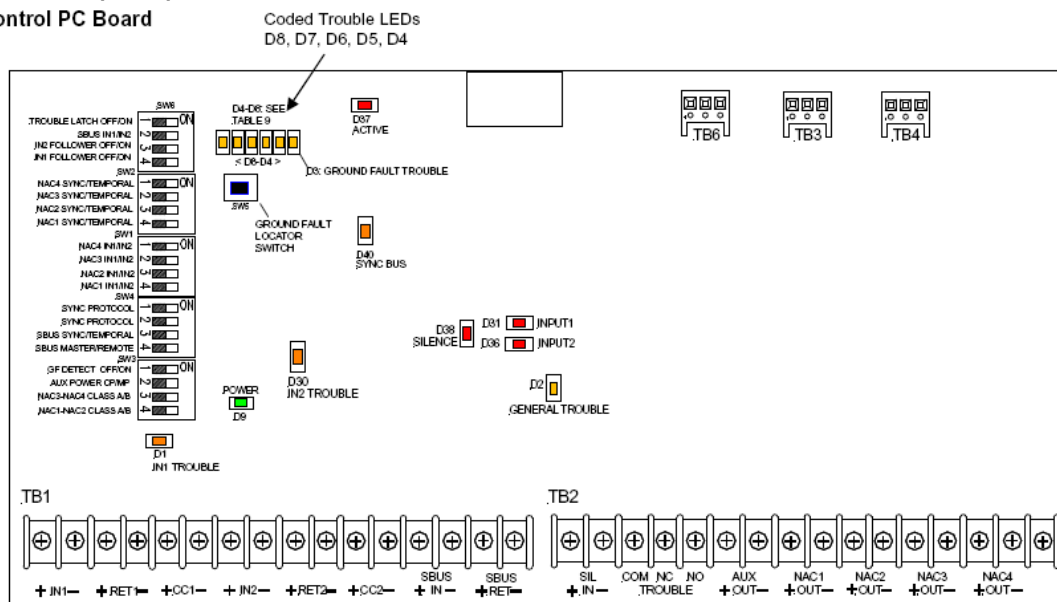
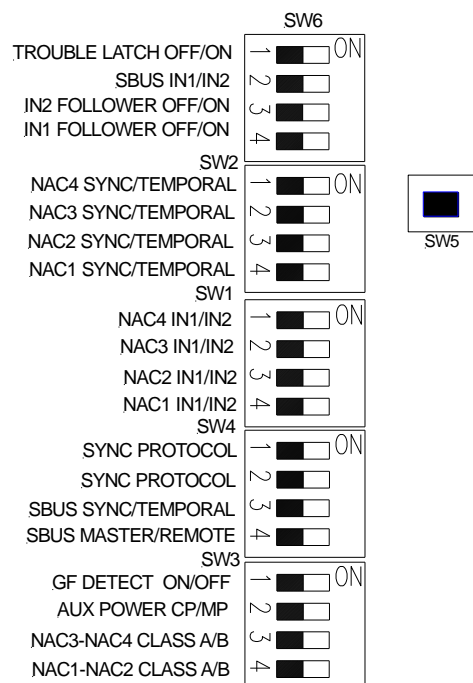

Рис.5: Общий вид печатной платы контроллера
Рис. 6: Переключатели на печатной плате контроллера
Установите переключатели и подключите внешние электропроводки к прибору. Расположение разъемов на плате модуля питания/зарядного устройства показано на Рис.3 и Рис.4. Расположение разъемов на плате печатной плате контроллера показано на Рис.5.
Внешний вид групповых DIP-переключателей, расположенных на печатной плате контроллера, и их установки показаны на Рис.6.
2. Расположение переключателей на печатной плате контроллера показано на Рис. 5. Вид переключателей показан на рис. 6. Описание каждого переключателя приведено в Таблице 3.